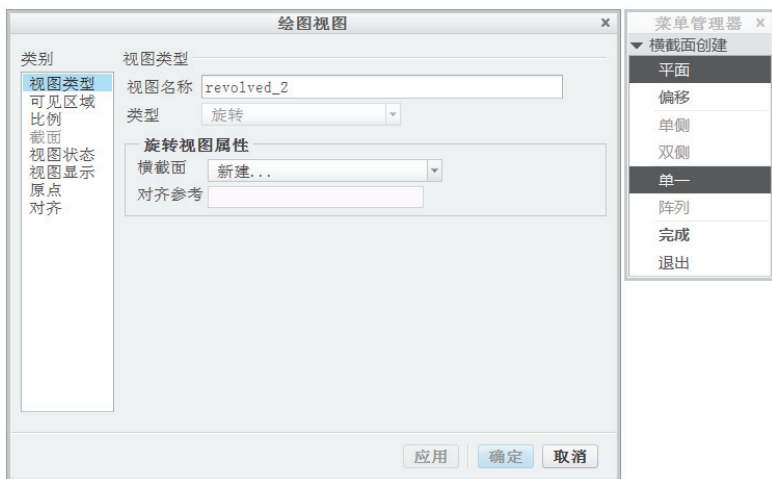

图 11-34 弹出“绘图视图”对话框和相关菜单
3) 在绘图上选取一个位置以显示旋转视图，近似地沿父视图中的切割平面投影。系统弹出“绘图视图”对话框，如果没有可用截面，还将出现“横截面创建”菜单，如图 11-34 所示。注意可以修改视图名称，但不能更改视图类型。